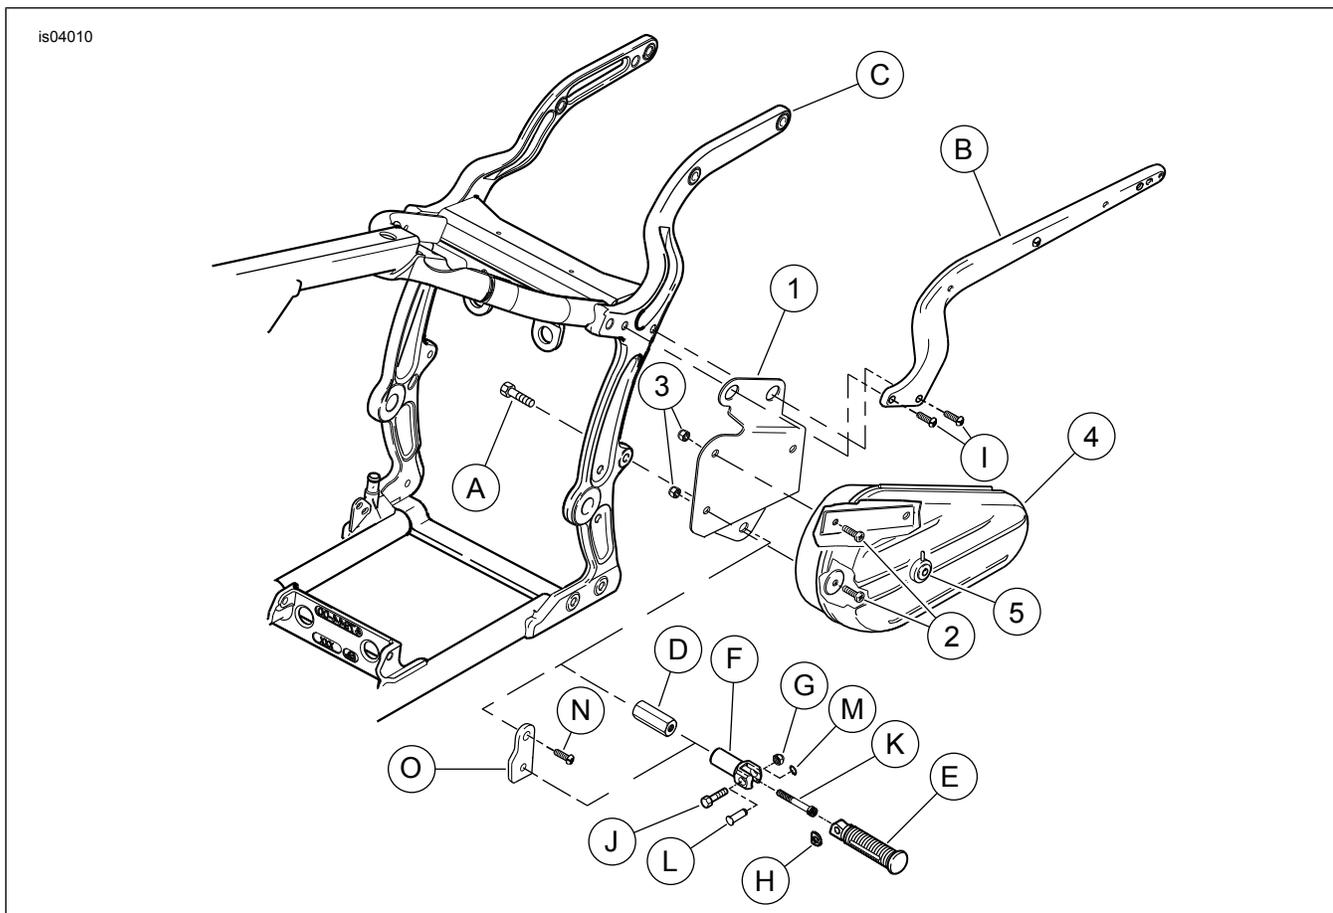

Figura 1. Piezas de servicio: Kit de caja de herramientas para el lado izquierdo
Vea Figura 1 y Tabla 1.
1. Vea Figura 1. Sujete la caja de herramientas (4) a la pieza de soporte de montaje de la caja de herramientas (1) usando tres tornillos con cabeza troncocónica (2) y tuercas hexagonales (3).
2. Extraiga los dos tornillos con cabeza de botón (I) que aseguran el soporte izquierdo del guardabarros trasero (B) a la estructura de la motocicleta (C). Guarde los tornillos para el armado.
- a. **Para los modelos FLSTN:** Extraiga el tornillo con cabeza de botón (N) y la pieza de soporte del apoyapiés izquierdo (O) junto con el soporte del apoyapiés (F) y el apoyapiés (E).
- b. **Para todos los demás modelos:** Extraiga la tuerca de seguridad (G), el perno de cabeza hexagonal (J), la arandela de presión (H) y el taco apoyapiés (E). Extraiga el tornillo de casquete con cabeza de casquillo (K) que asegura el soporte del apoyapiés (F) a la estructura (C).
5. Deslice la parte superior de la pieza de soporte de montaje (1) entre el soporte del guardabarros trasero (B) y la estructura (C). Alinee los agujeros superiores en la pieza de soporte con los agujeros del soporte del guardabarros. Alinee el agujero inferior de la pieza de soporte con el agujero del soporte del apoyapiés en la estructura. Instale los dos tornillos (I), que se quitaron en el paso 2, en el soporte del guardabarros. No apriete los tornillos en este momento.